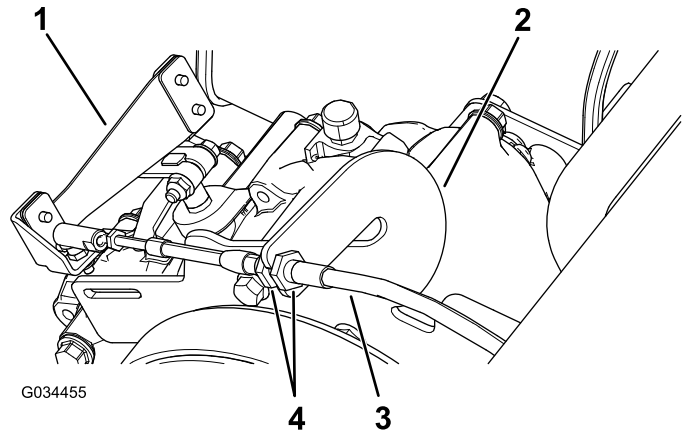

図 57
1. スピナーバーのスロットからギアシフトケーブルを取り外す 図 57。
2. ギアシフトケーブルのジャムナットをゆるめて調整を行う (図 57)。
3. ギアシフトセレクタを 3 つの位置のそれぞれに回して、シフトレバー 図 57が適切にシフトするかどうか確認する ギアシフトレバーとギアシフトインジケータ \(ページ 15\)を参照。
4. 適切な調整ができれば、ギアシフトケーブルをスピナーバーのスロットに取り付ける 図 57。